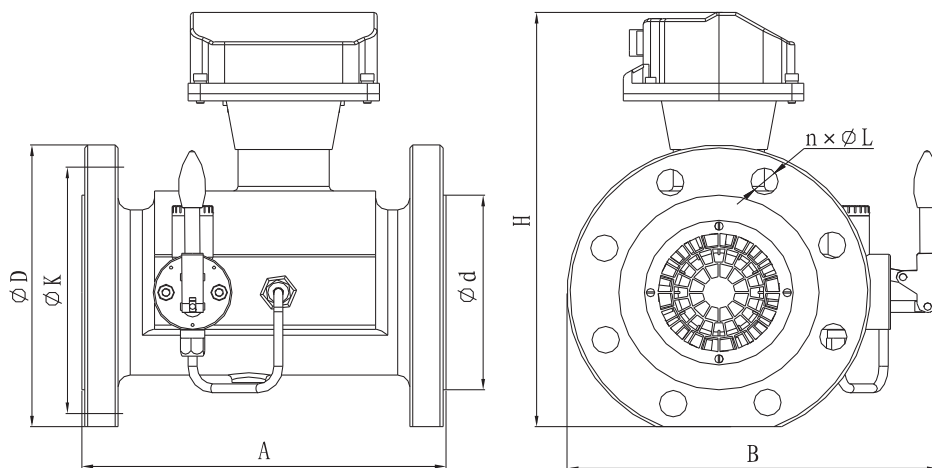

图2 LWQ+机械计数器外形尺寸图
各种配接类型流量计的外形尺寸如图2~图6所示，数据列于表1、表2，流量计安装采用法兰连接方式，配套管道法兰可按国家标准GB/T 9119—2010《板式平焊钢制管法兰》执行。
5.1.1 LWQ外形尺寸(图2)与数据表(表2)